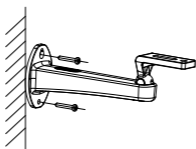

图3-1 固定支架
**步骤 1** 选好安装位置，按照壁装支架（选配）底座孔位在墙面上打孔，使用 2 颗 PA4×25 螺丝将壁装支架固定在墙面上，如图 3-1 所示。